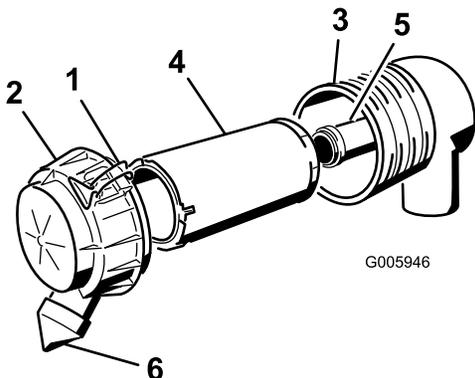

図 29
3. エアクリーナのラッチを外し、ボディからカバーを外す（図 29）。
6. 1次フィルタをゆっくり引き抜くようにしてエアクリーナのボディから外す（図 29）。ボディの側面にフィルタをぶつけないように注意すること。
9. 安全フィルタを交換する場合には、十分に注意しながら、フィルタのボディに挿入する（図 29）。
10. 1次フィルタをゆっくり押し込むようにして安全フィルタの上から取り付ける（図 29）。フィルタの外側リムをしっかり押さえて確実にボディに密着させる。
11. 上下方向を確認してエア・クリーナ・カバーを正しく取り付け、ラッチを掛ける（図 29）。